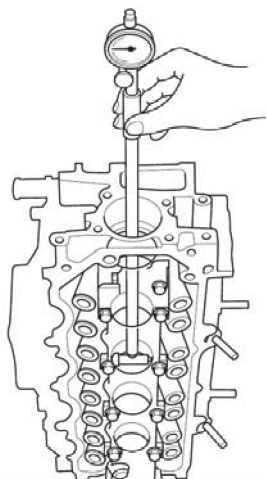

图 10-25 测量轴承内径
10) 清理气缸盖中的凸轮轴轴承表面。测量每个凸轮轴轴承表面的内径，并检查是否出现圆度超差的情况（维修极限：0.1mm），如图 10-25 所示。